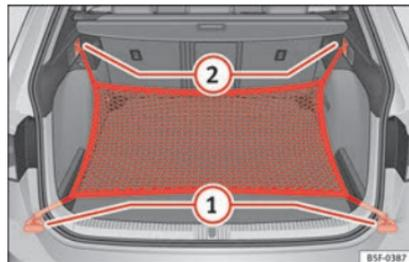

Fig. 135 Nel bagagliaio: occhielli ① e ganci ② per agganciare la tasca a rete (modello LEON ST).
- Fissare i ganci corti della rete agli occhielli di ancoraggio »» fig. 135 ① »» ⚠. La cerniera della tasca dev'essere rivolta verso l'alto.
- Fissare le cinghie nei ganci per appendere borse ②